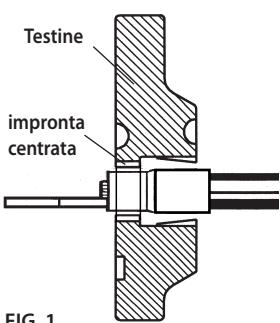

FIG. 1
- Positionieren Sie den Verbinder oder Kabelschuh "auf Sicht". Es ist wichtig, die Vorderseite des Abdruks mittig auf das Kabelschuh Rohr zu platzieren. Die Farbe des Kabelschuhes bzw. des Verbinder muss mit der farblichen Kennzeichnung an der Pressbacke übereinstimmen (Bild 1 und 2).
- Inserte el conector "a la vista" en la matriz identificada con el mismo código de color que la funda aislante, de modo que la parte frontal de la impresión de compresión esté centrada en el cañón del conector (Fig. 1 y 2).
- Posizionare "a vista" il connettore nell'impronta identificata dallo stesso colore della camicetta isolante, è importante posizionare la parte anteriore dell'impronta centralmente sul barrel del capocorda (Fig. 1 e 2).